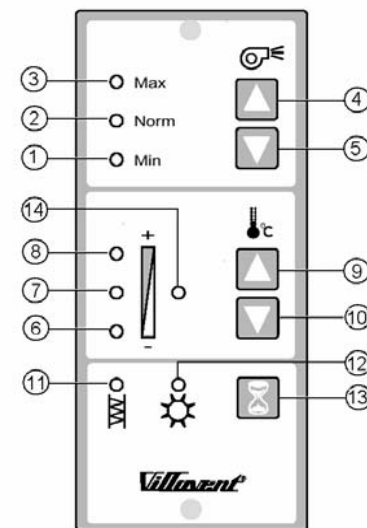

Fig. 11
1. Wählen sie Lüfterstufe „Norm“ (hoch, niedrig) auf der Fernbed. (Fig. 11)
1. Choose airflow at normal fan speed (high/low) on the control panel (fig. 11).
4. Stellen Sie die Standzeit der Filter (Fig. 11) ein. Werkseitig sind 9 Monate eingestellt. Diese Einstellung ist zweckmäßig in Gegenden mit „normaler“ Außenluft. Bei verschmutzter Außenluft (Verkehr, Industrie) ist ein Filterwechsel alle 6 Monate ratsam. Bei guter Luftqualität genügt ein Wechsel alle 12 Monate. Spätestens beim 1. Filterwechsel kann die vorh. Luftqualität einschätzen. Bei stark verschmutztem Filter ist die Standzeit zu verkürzen, bei nur leicht verschm. Filter zu verlängern. Um die Standzeit zu verändern drücken Sie gleichzeitig die Tasten (13) + (9) oder (13) + (10). Die Einstellung ist gespeichert wenn die Lampe (14) blinkt und die folgende Lampe leuchtet :
- Lampe (6) für 6 Monate Standzeit (Wechselintervall)
- Lampe (7) für 9 Monate Standzeit
- Lampe (8) für 12 Monate Standzeit